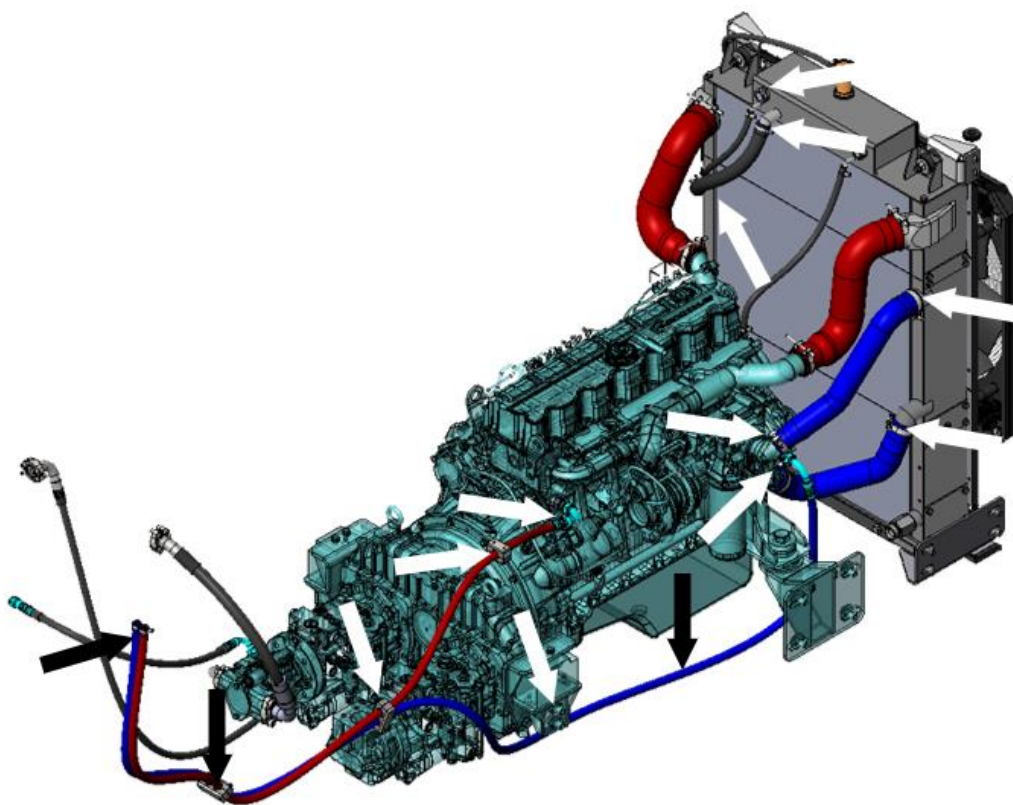

Рисунок 3.80. Места присоединения и расположение трубопроводов жидкостной системы охлаждения двигателя
- ▶ Осмотреть блок радиаторов, трубопроводы, места подключения к блоку радиаторов, к двигателю, прокладку трубопроводов по машине на предмет наличие протечек и повреждений см. рис. 3.80 (для примера места присоединения и прокладка трубопроводов показано стрелками).